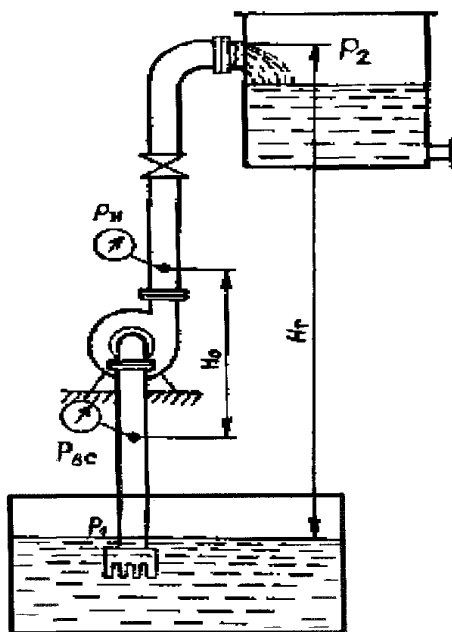

Рис. 1
22. Насос (рис. 1) перекачивает 30 % серную кислоту при этом показания манометра на нагнетательном трубопроводе $1,8 \text{ кгс/см}^2$, показания вакуумметра (разрежение) на всасывающем трубопроводе перед насосом 29 мм рт. ст. Манометр присоединён на 0,5 м выше вакуумметра. Всасывающий и нагнетательный трубопроводы одинакового диаметра. Определить напор насоса.